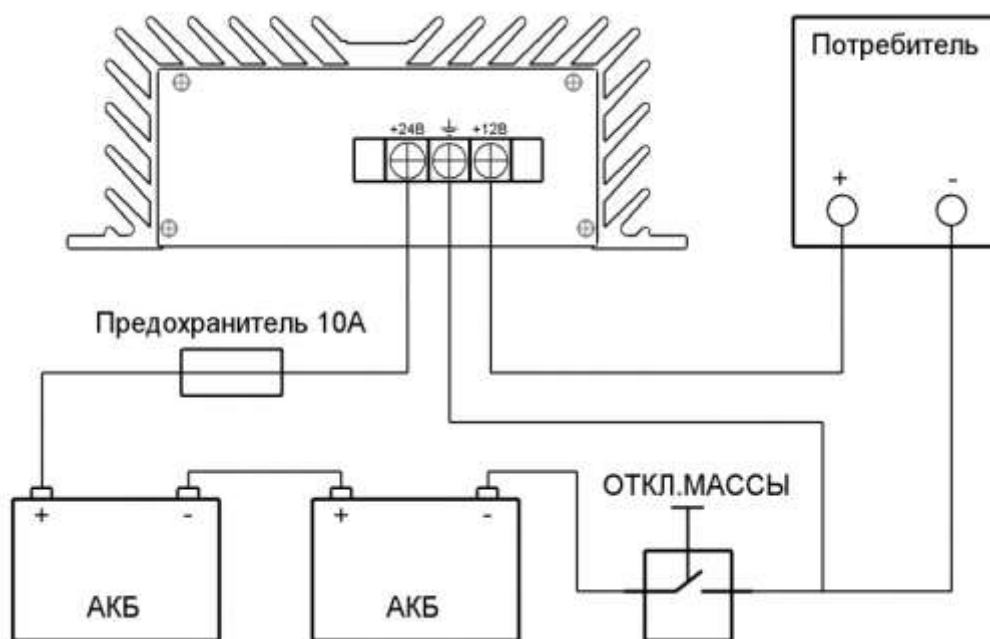

Рис. 1: Схема подключения устройства
4.3 Подключите клемму «+24В» преобразователя к бортовой сети автомобиля через дополнительно установленный предохранитель. Номинал дополнительного предохранителя — 10А; (См. рис. 1).